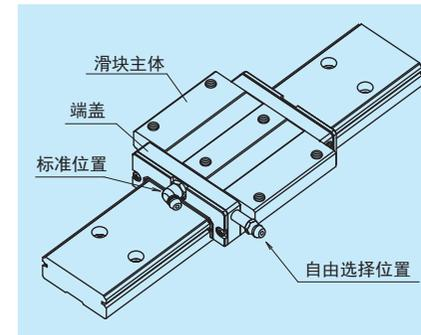

图 8
(2) 润滑用零件的安装位置
- 润滑脂注入嘴标准型号的位置是安装在滑块的端面，LW27、LW35、LW50 作为选购件也可安装在端盖的侧面（图 8），将润滑脂注入嘴和专用配管接头安装到滑块主体上面或侧面时，请向 NSK 咨询。